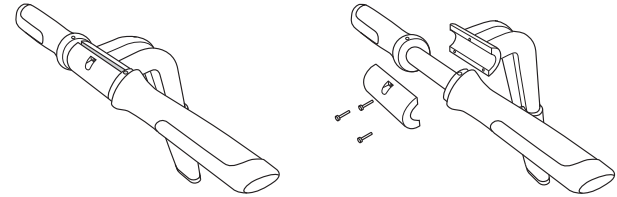

Ilustración 65: extracción del manillar
3. Saque el eje LeanSteer de la base (consulte la **ilustración 65**).